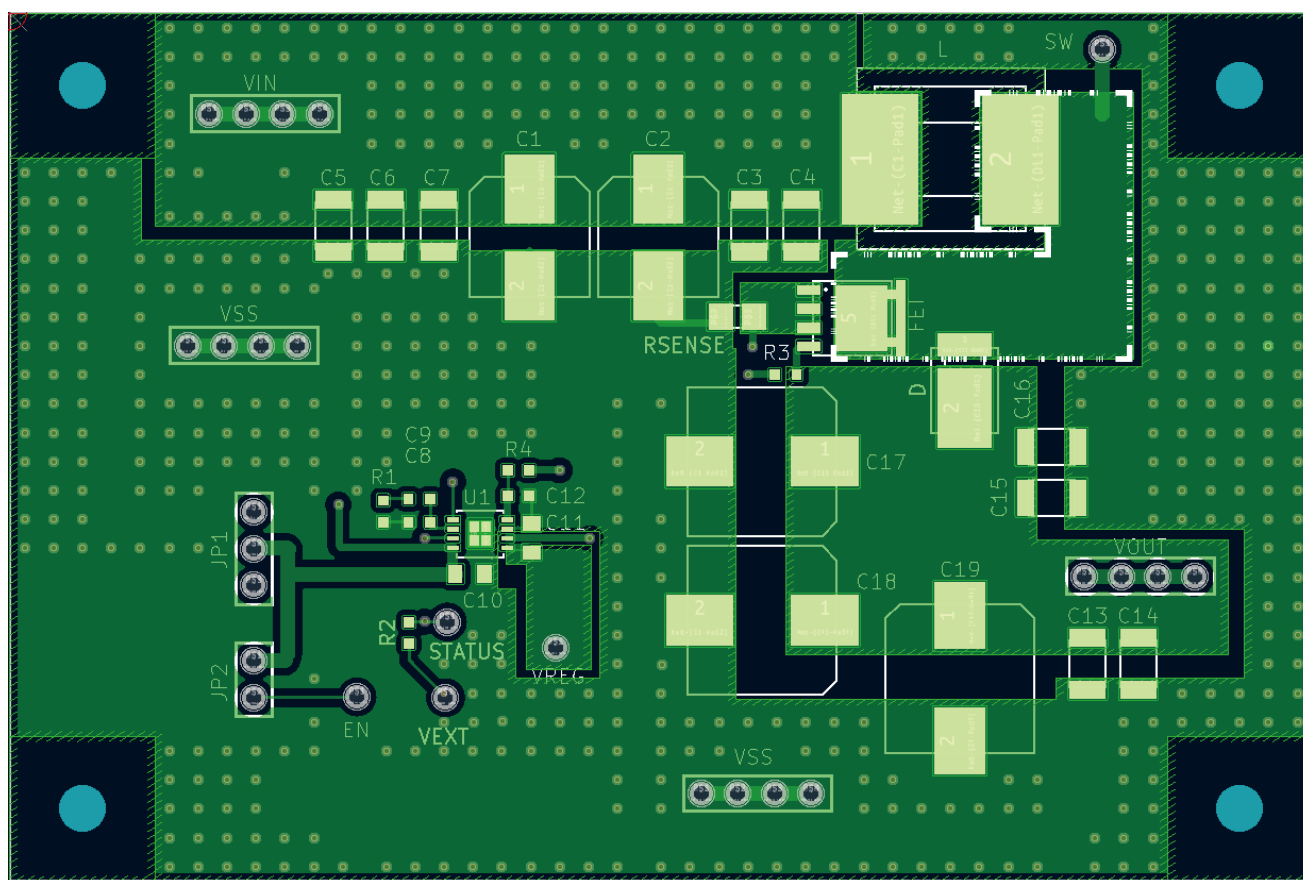

図13 参考基板パターン
- ・ 高周波放射ノイズを低減するためスイッチングノード (SW) の配線面積 ("図13 参考基板パターン" の破線で示した領域) をできるだけ小さくしてください。